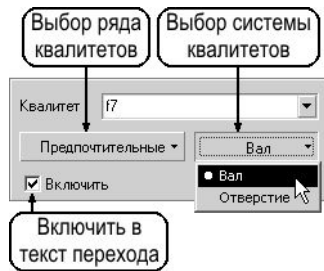

Рис. 9.13. Редактирование квалитета
- значение квалитета можно также вводить вручную или с помощью рядов. Во втором случае выберите систему квалитетов (вала, отверстия) и требуемый ряд квалитетов. Выбор системы осуществляется с помощью правой кнопки на панели редактирования квалитета (рис. 9.13), выбор ряда — с помощью левой кнопки. Затем нажмите кнопку **▼**, расположенную справа от поля **Квалитет**, и выберите квалитет из раскрывающегося списка. Если значение квалитета требуется вставить в текст перехода, установите маркер напротив опции **Включить** (рис. 9.13);